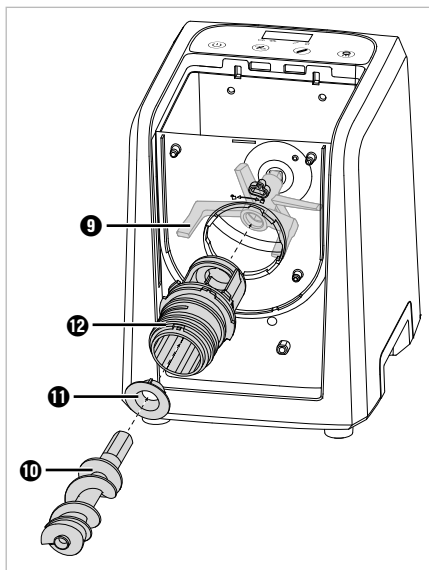
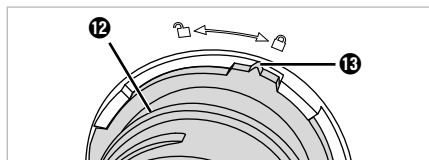

Fig. 3
Fig. 4
- 4) Spingere il cuscinetto **11** nell'estremità del supporto **12**, in modo che le tre sporgenze del cuscinetto **11** scivolino negli incavi del supporto **12** (**fig. 3**).
- 5) Montare il supporto **12** sulla vasca **15**. Per farlo, spingere l'estremità stretta del supporto **12** attraverso l'apertura circolare della vasca **15** (**fig. 3**). Il supporto **12** entra nell'apertura solo in una posizione, il segno **13** è rivolto verso il simbolo  della vasca **15**. Ruotare saldamente il supporto **12** in senso orario finché il segno **13** del supporto **12** non sia rivolto verso il simbolo  (**fig. 4**):
- 6) A questo punto spingere l'estremità stretta dell'albero da impasto **10** attraverso il supporto **12**, fino alla sede del gancio da impasto **9** (**fig. 3**). Se necessario, inserire la mano dall'alto nella vasca **15** e scuotere un poco il gancio da impasto **9** fino a poter inserire l'albero da impasto **10**.